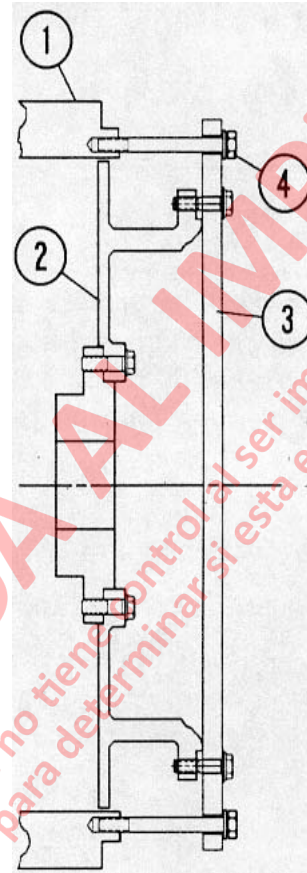

FIGURA 4-5. JUEGO DEL EXTREMO DEL ALTERNADOR
4. Consulte la Figura 4-5 para determinar el juego axial del alternador:
- Empleando una barra plana de acero (3) apernada rígidamente al rotor del alternador (2), instale un perno de 5/8" – 11NC (4), apriete con la mano en cada extremo en la caja del alternador (1).
- Mueva axialmente el rotor del alternador (2) hacia atrás (extremo del anillo deslizante) apretando alternadamente los pernos (4), media vuelta a la vez. **No exceda un torque de 16 N.m. (12.0 ft. lbs.) en cada perno.** Esto establece una carrera de retroceso máxima permisible para el rotor del alternador.
- Suelte alternadamente los pernos (4) una vuelta a la vez hasta liberar todo el torque. Saque con cuidado la barra de acero (3).